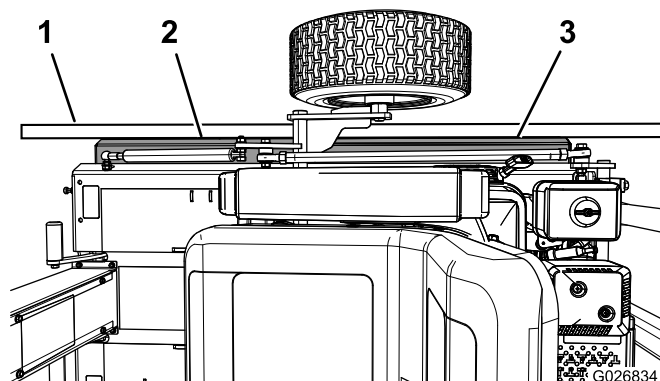

Figure 12
12. Placez la machine sur le sol, et vérifiez que les rouleaux avant et arrière sont parallèles à 2 mm près sur toute la longueur des rouleaux en posant une règle droite en travers de l'avant des rouleaux (Figure 12).